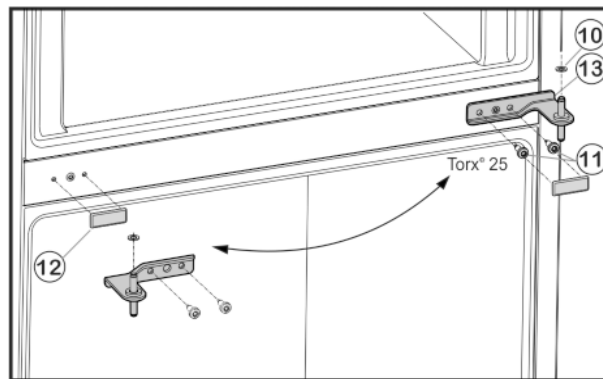

Fig. 5
- ▶ Befestigungsschrauben Fig. 5 (11) abschrauben (2 mal Torx® 25) und Lagerbock Mitte aus der unteren Tür herausziehen.
- ▶ Kunststoffscheibe Fig. 5 (10) abnehmen.
- ▶ Abdeckung Fig. 5 (12) vorsichtig abziehen.
- ▶ Abdeckung Fig. 5 (11) auf der Gegenseite wieder aufsetzen.
- ▶ Lagerbock Mitte Fig. 5 (13) um 180° gedreht in die untere Tür einsetzen und mit Befestigungsschrauben Fig. 5 (11) (2 mal Torx® 25) auf die neue Scharnierseite **fest (mit 4 Nm)** anschrauben.
- ▶ Kunststoffscheibe Fig. 5 (10) wieder aufsetzen.
- ▶ Obere Tür auf den Lagerbock Mitte Fig. 5 (13) setzen.